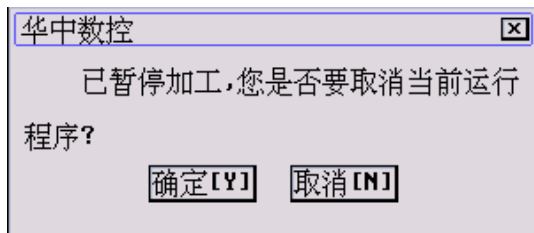
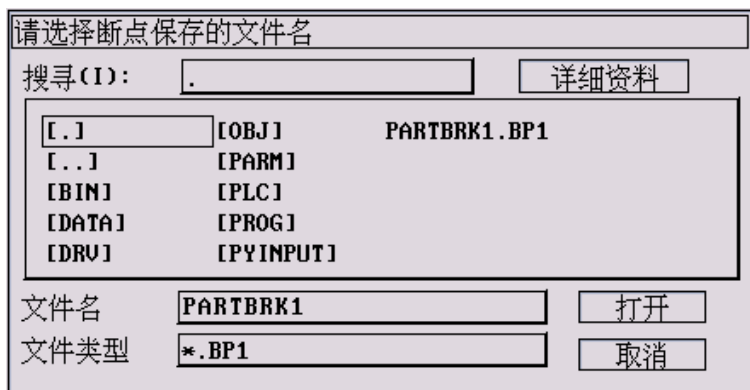

图 6.3.1 程序运行过程中停止运行
图 6.6.1 输入保存断点的文件名
- (1) 在程序运行子菜单下，按 F7 键，弹出如图 6.3.1 所示对话框；
- (1) 在程序运行子菜单下，按 **F7** 键，弹出如图 6.3.1 所示对话框；
- (2) 按 **Y** 键则中止程序运行，并卸载当前运行程序的模态信息（中止运行后，可按 6.3.5 节所述的方法从程序头重新启动运行）。
- (2) 按 **N** 键暂停程序运行，但不取消当前运行程序；
- (3) 按 **F5** 键，弹出如图 6.6.1 所示对话框；
- (4) 按 5.4.1 节的步骤(3)~(7) 选择断点文件的路径；
- (5) 按 5.4.1 节的步骤(8)~(10)在“文件名”栏输入断点文件的文件名，如“PARTBRK1”；
- (6) 按 **Enter** 键，系统将自动建立一个名为“PARTBRK1.BP1”